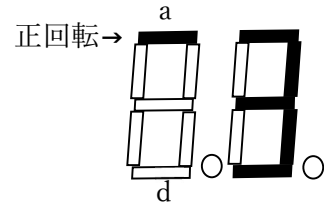

図3：ステップ角回転中の7セグLED表示例(+3)
① (1) のタクト SW(赤)の ON/OFF の回数だけステッピングモータを正回転させよ。例えば、(1) で上位の表示が「0」の時は回転しない。「3」の時は3回転する。なお、回転中は7セグLEDを全て消灯する。
② ①の動作後、図3に示すように7セグLEDの「上位」はセグメント a を点灯、「下位」はタクト SW(赤)の1回の ON/OFF で1カウント増加する「回数」を表示し、ステッピングモータを 12 [° /回] 正回転する (図3は、タクト SW(赤)を3回 ON/OFF したので、0° から 36° (=12° ×3回)正回転したことを示している)。
③ タクト SW(黒)を ON のままタクト SW(赤)を1回 ON/OFF すると 12° 逆回転する。この間、7セグLEDの「下位」は1カウント減少する「回数」を表示する。例えば、図3の「3」でタクト SW(黒)とタクト SW(赤)を同時に1回 ON/OFF すると、12° 逆回転して「2」と表示する。「0」の逆回転は、「上位」はセグメント d を点灯して「1」と表示する (0° から 12° (=12° ×1回)逆回転したことを示している)。